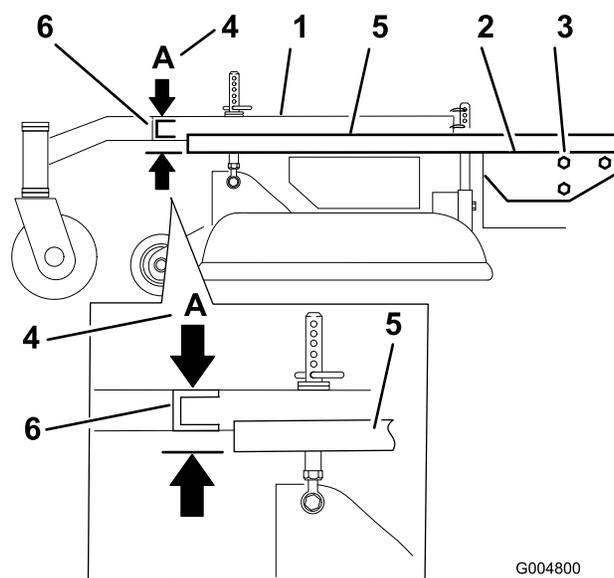

Figura 54
3. Coloque una regla larga en la parte superior de la carcasa del motor según se ilustra en la Figura 54.
4. En la ranura transversal del bastidor de tiro, mida la altura en la posición A (Figura 54). Debe ser de 33 mm, con una tolerancia de más o menos 6 mm.
6. Afloje los pernos de montaje del bastidor de tiro en los dos lados de la máquina (Figura 54).
7. Alinee el bastidor de tiro y la carcasa del motor para que tengan una altura de 33 mm, con una tolerancia de más o menos 6 mm, en la posición A (Figura 54).